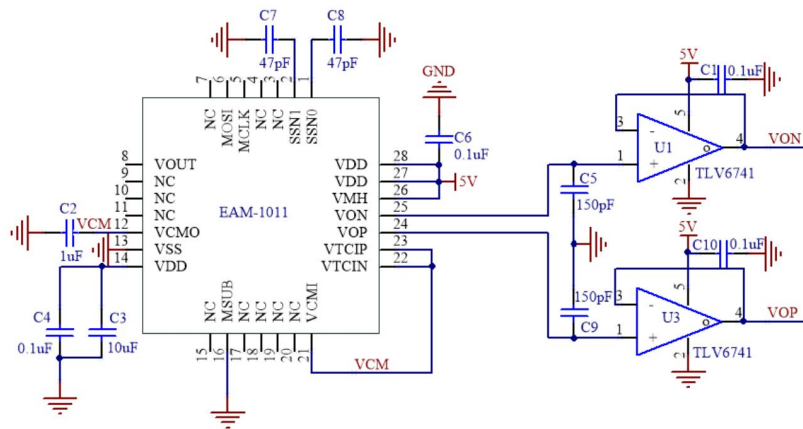

图 9 典型应用二
9.2 EAM1011-100 的典型应用二（差分输出-如图 9）